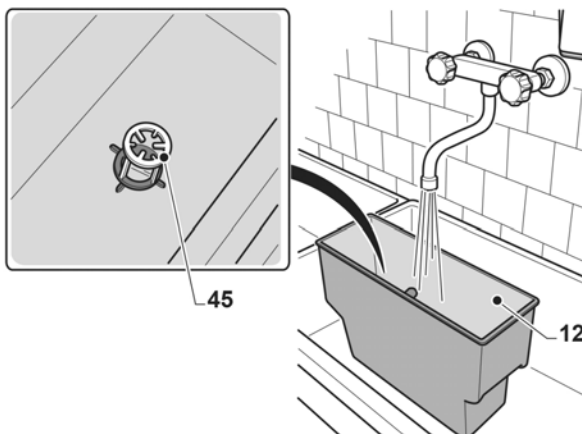

Abb. 23: Reinigung des Frischwassertanks
Schritt 1: Heben Sie den Deckel (Pos. 11, Abb. 4) und entnehmen Sie den Tank (Pos. 12, Abb. 23).
Schritt 2: Entleeren Sie das Wasser aus dem Ablassventil und reinigen Sie das Innere des Tanks mit sauberem Wasser; auf gute Spülung des Filters (Pos. 45, Abb. 23) achten.